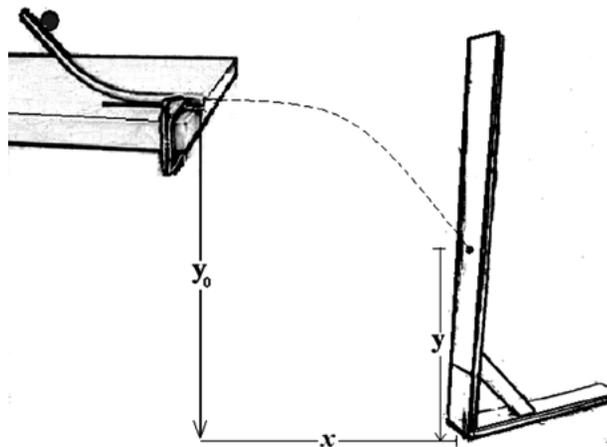

Figura 7.2 Montaje para el movimiento semi-parabólico
1. Haga el montaje como lo indica la figura 7.2.
4. Ubique la tabla de la figura 7.2 en la primera posición de \mathbf{x} y suelte la esfera siempre desde la misma altura de la rampa de tal manera que vaya a chocar con la tabla.